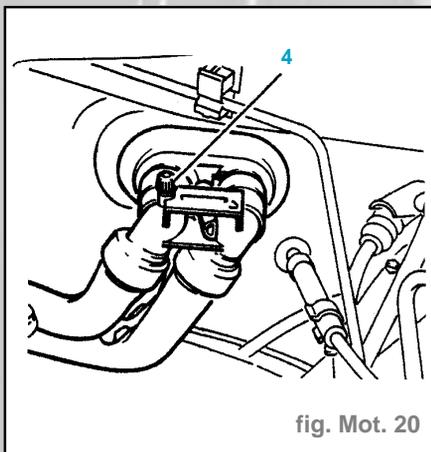

fig. Mot. 20
- Ouvrir la vis de purge (4) (fig. Mot. 20).